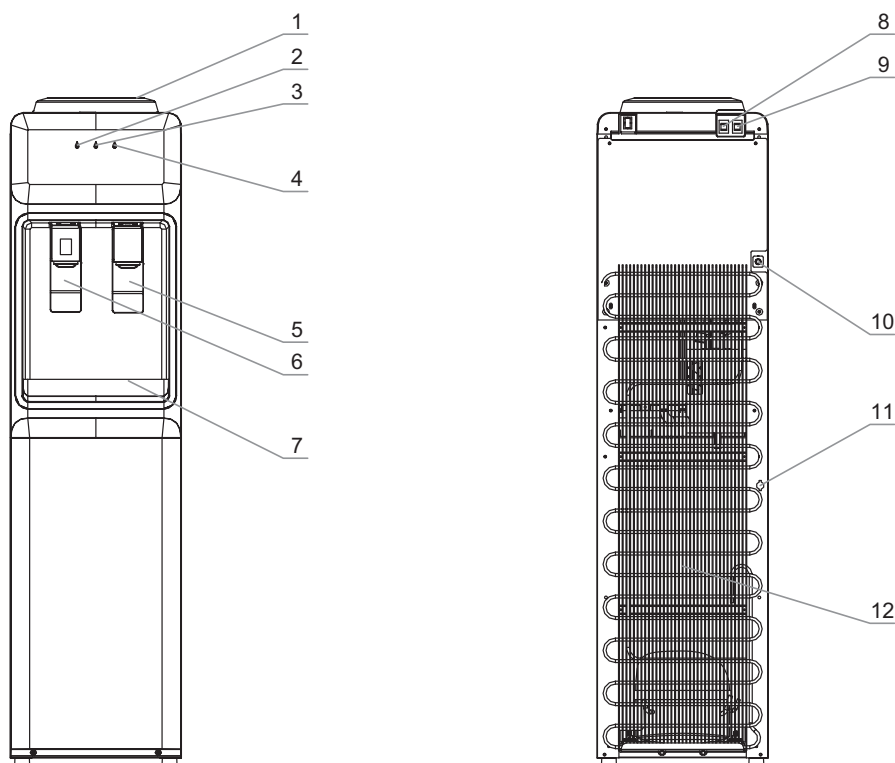

Рис. 1. Схема аппарата V840
Для того чтобы налить горячую воду, нажмите кружкой на кран подачи горячей воды (рис. 1–6). Для того чтобы налить холодную воду нажмите кружкой на кран подачи холодной воды (рис. 1–5). В силу технических особенностей кранов допустимо подкапывание воды в объеме 5–10 мл, после каждого использования аппарата, капли стекают в лоток каплесборника (рис. 1–7).
Выключатели нагрева (рис. 1–9) и охлаждения (рис. 1–8)
Индикатор нагрева воды (рис. 1–3) горит, когда аппарат нагревает воду.
Индикатор охлаждения воды (рис. 1–4) горит, когда аппарат охлаждает воду.
Перед первым использованием рекомендуется слить по 500 мл воды через каждый кран. Если кабель электропитания (рис. 1–10) и выключатель нагрева (рис. 1–9) были
Когда Вы убедились, что вода из крана холодной и горячей воды (рис. 1–5, 1–6) идет непрерывной струей, установите выключатели
нагрева и охлаждения (рис. 1–9, 1–8) в положение **I**.
1. Сразу установите выключатели нагрева и охлаждения (рис. 1–9, 1–8) в положение **O**.
4. Убедившись, что вода из кранов подачи воды идет непрерывной струей, установите выключатели нагрева и охлаждения (рис. 1–9, 1–8 в положение **I**.
Отключение и включение нагрева и охлаждения при замене бутылки осуществляется исключительно с помощью выключателей нагрева и охлаждения (рис. 1–9, 1–8), а не кабелем электропитания. После кратковременного отключения аппарата от сети электропитания повторное включение допускается через 2–3 минуты.
3. Снимите съёмные детали с аппарата (рис. 1–1, 1–7) и тщательно промойте их с небольшим количеством моющего раствора, предназначенного для мытья посуды.
4. Остатки воды в системе необходимо слить через сливное отверстие (рис. 1–11), расположенное на задней стенке аппарата, после чего закрыть отверстие.
6. Промойте аппарат чистой водой: необходимо залить в систему около 4 литров чистой воды, затем слить через краники подачи горячей (рис. 1–6) и холодной воды (рис. 1–5) и отверстие для слива (рис. 1–11). При необходимости повторите процедуру.
5. Остатки воды в системе необходимо слить через сливное отверстие (рис. 1–11), расположенное на задней стенке аппарата, после чего закрыть отверстие.